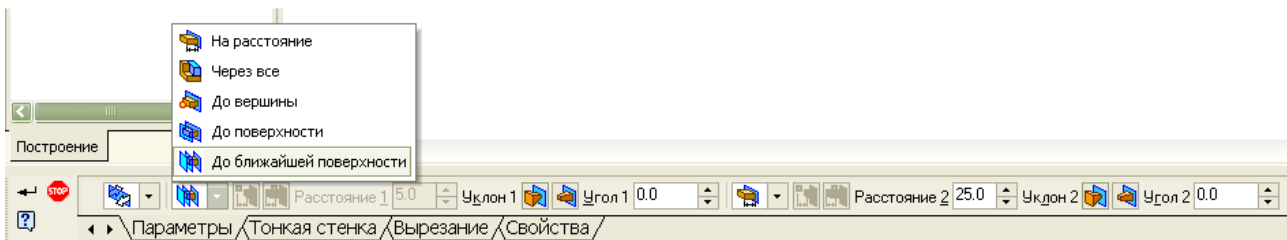
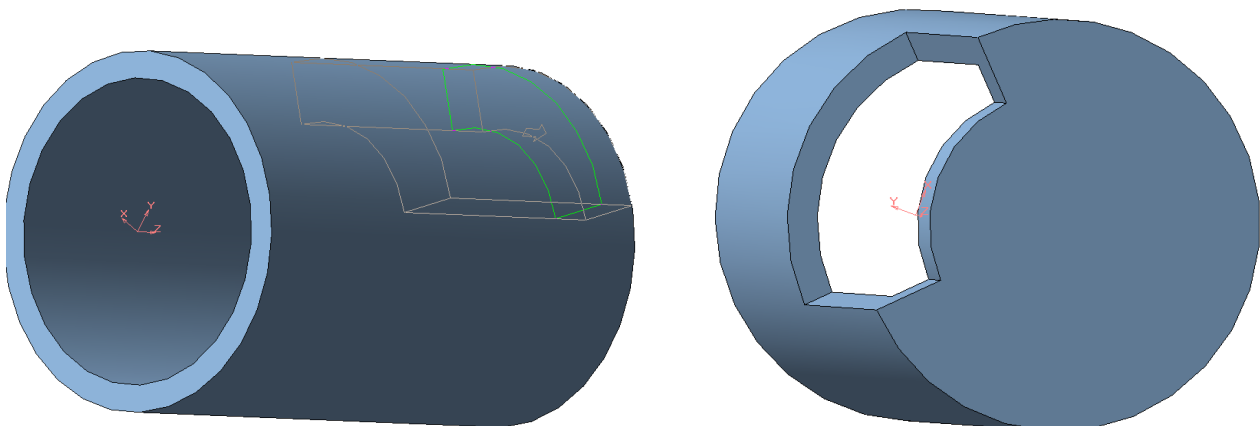

Рис. 64 – Параметры вирізання ескізу
Рис. 65 – Циліндр з вирізом
4.9 Натисніть кнопку «**Вырезать выдавливанием**»  для вирізання ескізу. Заповніть усі поля відповідно до рис. 64. У ході цієї операції отримується конструкція, яка наведена на рис.65. Треба зазначити, що після введення параметрів на панелі властивостей за рис. 64 треба натиснути кнопку ENTER, і тільки після цього кнопку «**Создать объект**»  на панелі властивостей.